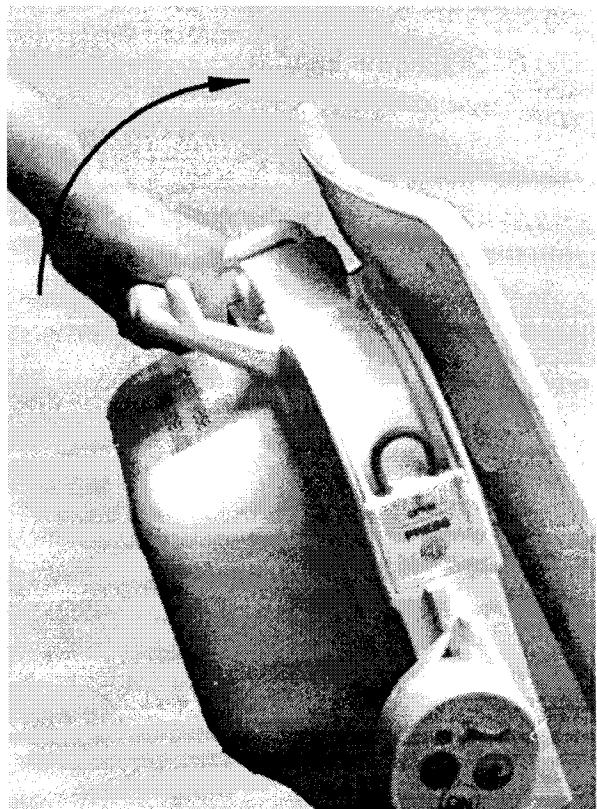

рис.4
3. Модель с вращающейся ручкой на спинке подъемника (рис.4):